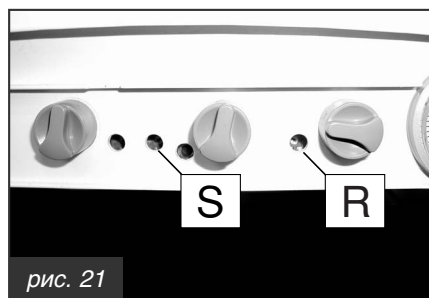

рис. 21
- установить регулятор тепловой мощности **R** (см. рис. 21) в **МАКСИМАЛЬНОЕ ПОЛОЖЕНИЕ**, вращая потенциометр **ПО ЧАСОВОЙ СТРЕЛКЕ**;
- повернуть триммер **P ACC** (**S** на рис. 21) в промежуточное положение и, после окончания режима тестирования, проверить, что включение горелки происходит корректно и бесшумно: в противном случае, повысить или понизить мощность включения, действуя на триммер **P ACC** (для повышения, вращать по часовой стрелке; для уменьшения, вращать против часовой стрелки);